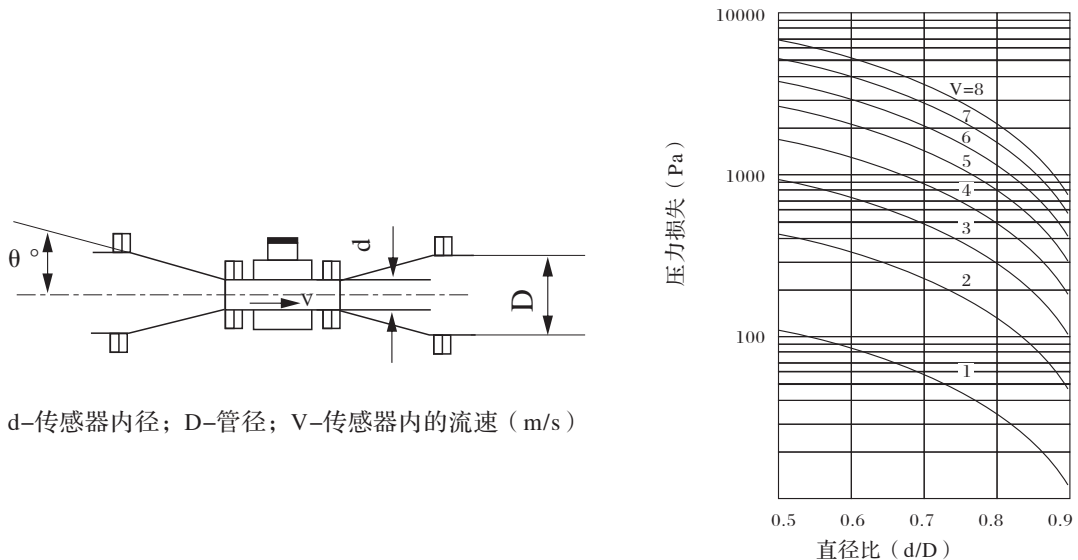

图10 安装渐缩、渐扩管造成的水头损失
- (1) 传感器的流向标志方向与管道内介质流动的方向应一致；
- (2) 必须保证传感器测量管内始终充满被测介质；
- (3) 传感器上游应有 5 倍 D 以上的直管段，传感器的下游应有 3 倍 D 以上的直管段（可从传感器的中心算起；D 为测量管内径）；
- (4) 当管道的口径与传感器不一致时，在传感器两端安装渐扩管或渐缩管，然后与管道连接。渐扩、渐缩管的圆锥角 2θ 应不大于 15° 。当采用 15° 圆锥角的渐扩、渐缩管后，由此造成的水头损失可从图 10 的曲线中查得；
- (5) 传感器在水平安装时应取电极水平位置，这样，一旦介质中含有气泡或者沉淀物质时，气泡不会吸附在电极附近，造成转换器信号端开路；沉淀物质也不会复盖电极，造成零漂等现象；
- (6) 对液固两相介质，垂直安装比较有利，一则可以防止被测介质相分离，二则可使传感器衬里磨损比较均匀。垂直安装时，介质流动方向应该自下而上，这样才能确保传感器测量管内始终充满介质。